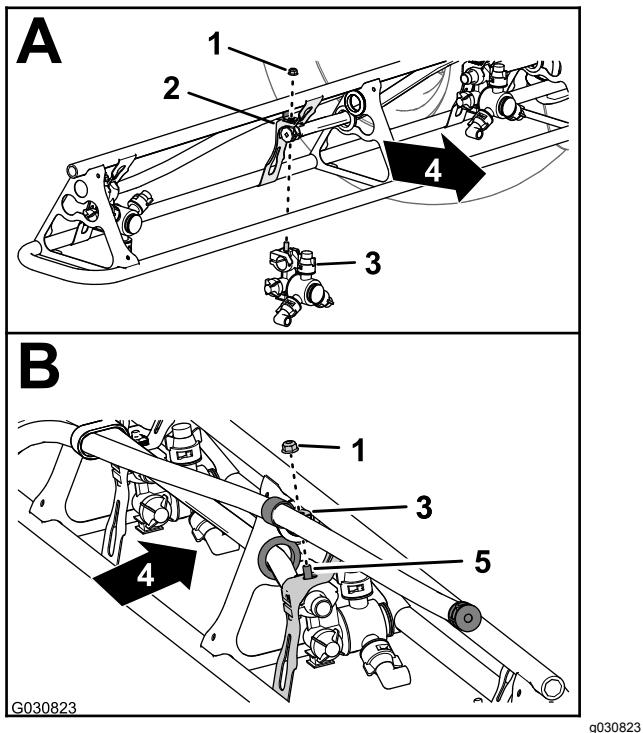

Figure 132
- Fixez les buses 1 et 4 à leur support (A de Figure 132) à l'aide du contre-écrou à embase (5/16") que vous avez retiré à l'opération 2 de Dépose des buses des sections de pulvérisation extérieures \(page 57\).
- À l'emplacement des buses 2 et 3, fixez la buse à son support (A et B de Figure 132) à l'aide du contre-écrou à embase (5/16") que vous avez retiré à l'opération 2 de Dépose